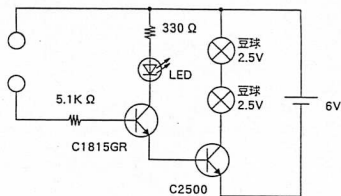

図 9
⑥STEP 5 : コードの両端を手で持つと豆電球 2 個が点灯する回路の製作 (図9、10)